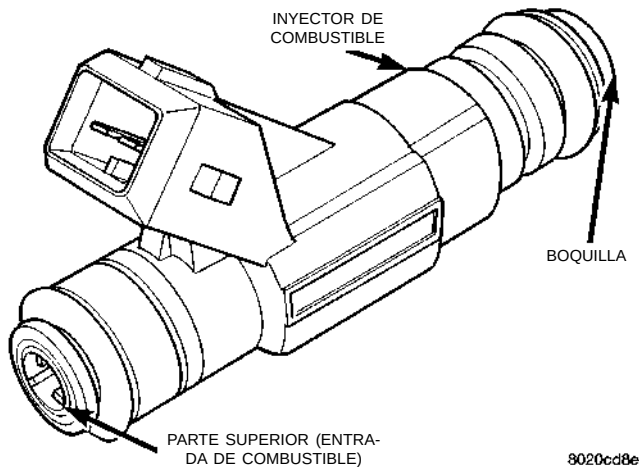

Fig. 30 Anillos "O" del inyector de combustible
(8) Extraiga el inyector del tubo distribuidor de combustible. Reemplace los anillos "O" del inyector (Fig. 30).